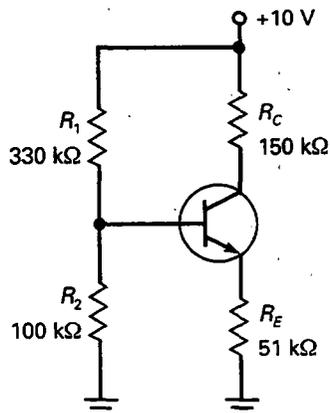

Figura 8-21
- 8-3. ¿Cuál es la tensión de emisor de la Figura 8-21?
- 8-5. Todas las resistencias de la Figura 8-21 tienen una tolerancia de ± 5 por 100. ¿Cuál es el mínimo valor posible para la tensión de colector? ¿Y el valor máximo posible?
- 8-9. ¿Cuál es el punto Q para el circuito de la Figura 8-21?
- 8-11. Todas las resistencias de la Figura 8-21 tienen una tolerancia de ± 5 por 100. ¿Cuál es el valor mínimo para la corriente de colector? ¿Y el valor máximo?
8-34. Se desea que el divisor de tensión de la Figura 8-21 sea constante. Haga los cambios necesarios en R_1 y R_2 sin cambiar el punto Q .